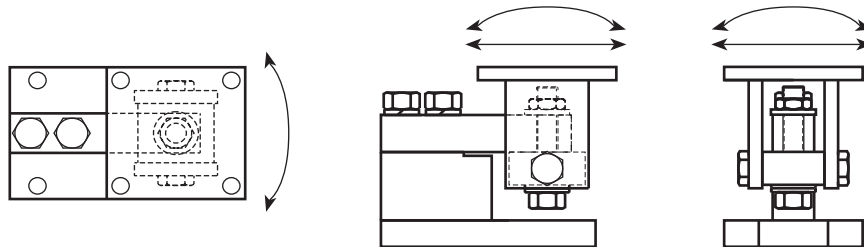

Figura 8-7. Módulos HE RL1800 y RL1855 en tanque cilíndrico horizontal
La Figura 8-7 ilustra los módulos HE-HS RL1800 y RL1855 con flechas que indican el movimiento permitido.
- Una disposición de sileta se fija al bloque de muñón mediante tornillos de pivote, y la carga se aplica a la placa superior de esta sileta. Esta disposición permite que la sileta se mueva en las direcciones indicadas en la Figura 8-7.